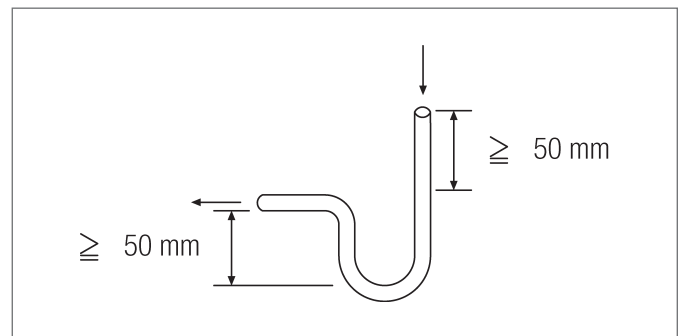

Fig. 4-5: Sifón en el tubo de desagüe de condensados
- Para prevenir el paso de malos olores desde los ramales de desagüe al deshumidificador, es importante realizar un cierre hidráulico (sifón) en el tubo de evacuación de condensados. Por esta razón se deberá procurar que el tubo de desagüe de condensados presente la forma mostrada en la fig. 4-5.